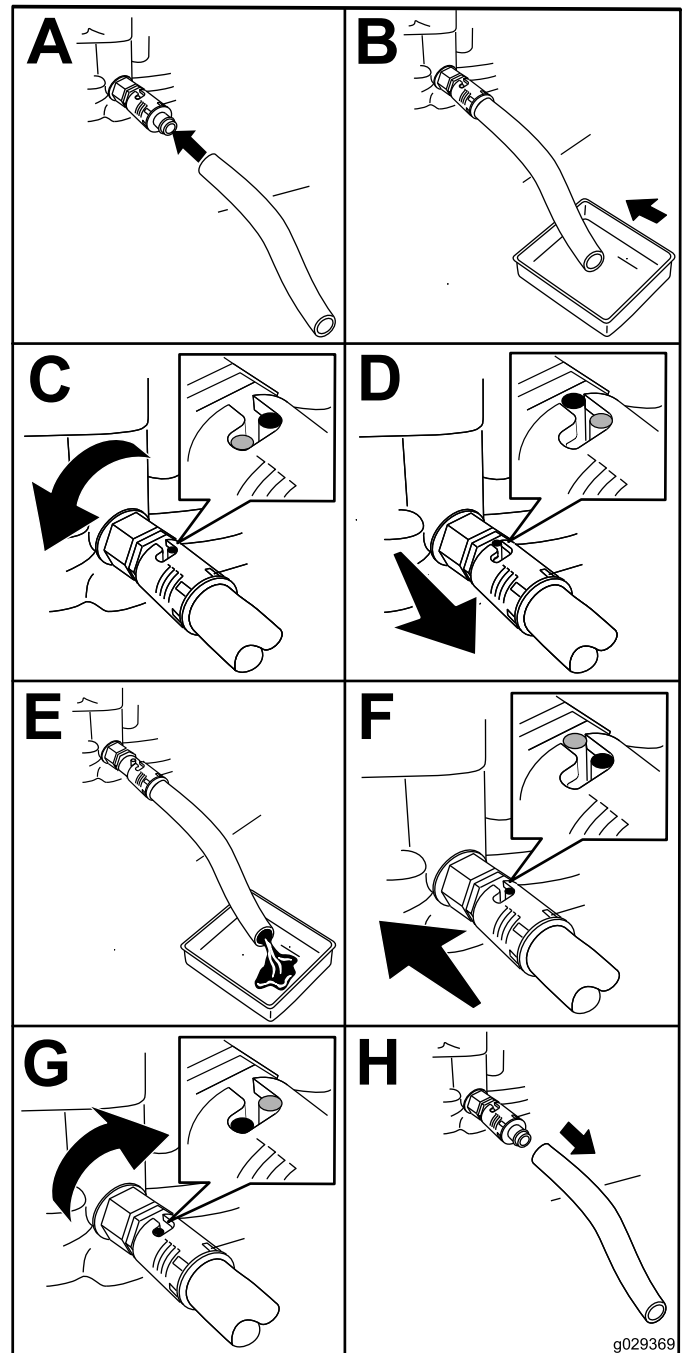

Bild 29
1. Stecken Sie den Ablassschlauch auf das Ablassventil (Bild 29).
2. Legen Sie das andere Schlauchende (Bild 29) in eine Auffangwanne mit 1 l Fassungsvermögen.
3. Drehen Sie das Ölablassventil um eine Viertelumdrehung gegen den Uhrzeigersinn, und lassen Sie das Motoröl vollständig ablaufen (Bild 29).
4. Drehen Sie das Ölablassventil zum Schließen um eine Viertelumdrehung im Uhrzeigersinn (Bild 29).
5. Entfernen Sie den Ablaufschlauch (Bild 29), und wischen Sie verschüttetes Öl auf.